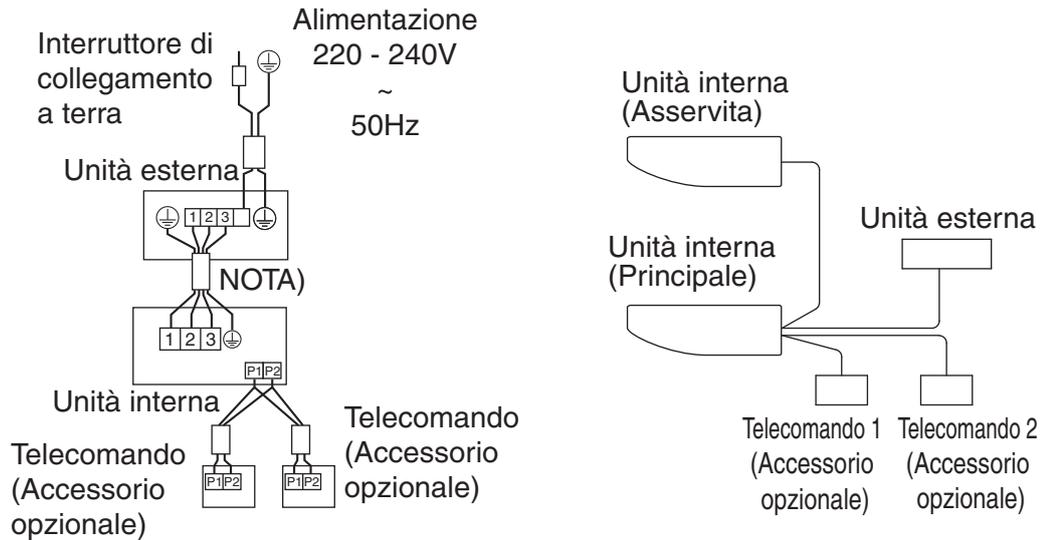

Fig. 36
- **Controllo tramite 2 comandi a distanza:** 2 comandi a distanza controllano 1 unità interna. **(Fare riferimento alla Fig. 36)**